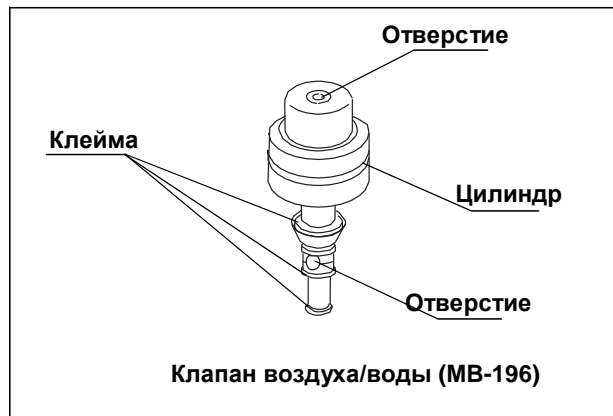

Рис. 3.6
Убедитесь, что верхнее отверстие воздушного/водного клапана не заблокировано (см. Рис. 3.6). Если отверстие заблокировано, воздух подается непрерывно, что может привести к боли, кровотечению и/или перфорации у пациента.
1. Убедитесь, что отверстия клапанов не заблокированы (см. Рис. 3.6 и 3.7).
2. Убедитесь, что клапаны не деформированы и не имеют трещин (см. Рис. 3.6 и 3.7).
3. Проверьте клеймо воздушн./водн. клапана на значительные царапины или разрывы (см.Рис. 3.6).